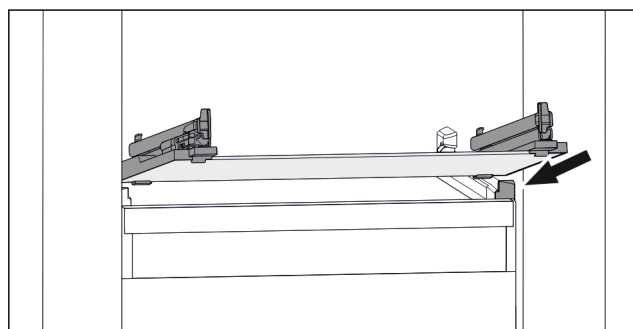

Fig. 154 Klaasplaadi näitlik kujutis
- ▶ Pange klaasplaat kaldu peatajate taga peale. (vt. Fig. 154)